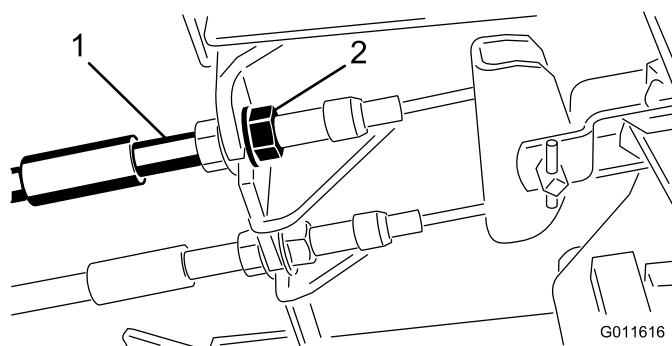

図 75
1. 遊びを減らす（ブレーキを締める）には、ブレーキケーブルのネジ山の前ナットをゆるめ、後ろのナットを締める（図 75）。